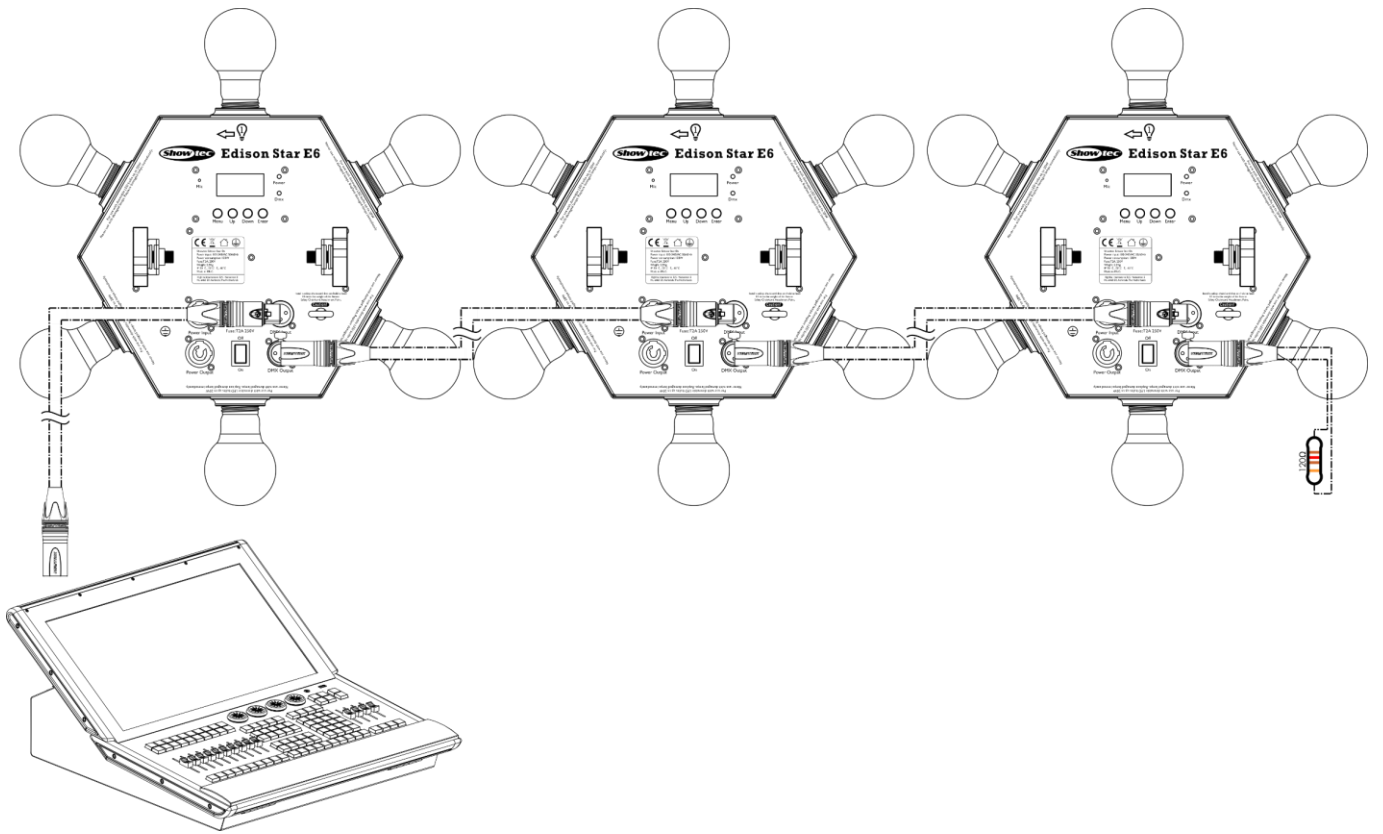

Fig. 05
- 04) Conecte las unidades entre ellas como se indica en la Fig. 05. Conecte un controlador de iluminación a la toma DMX Input (entrada) del primer dispositivo mediante un cable DMX. Conecte un cable DMX que vaya desde el conector DMX Output (salida) de la primera unidad al conector DMX Input (entrada) de la segunda unidad. Repita este proceso para interconectar el resto de las unidades.